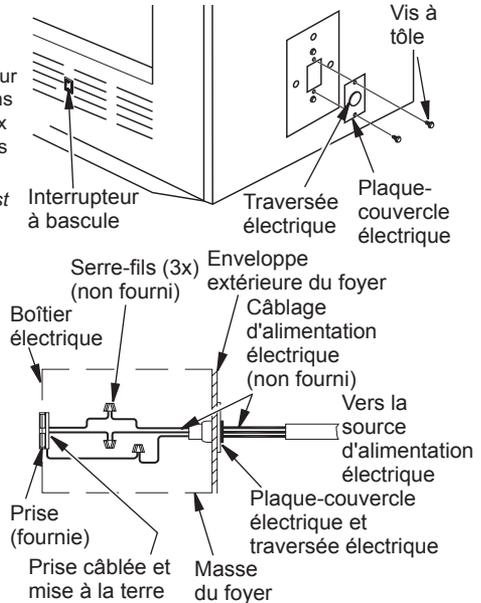

Figure 6 - Traversée électrique d'interrupteur de ventilateur
Un prêt-à-monter de ventilateur ou de souffleur pour ce foyer est offert en option (pour les modèles à circulation uniquement). L'utilisation de ventilateurs ou de souffleurs autres que ceux qui sont fabriqués par DESA Heating, LLC annulent la garantie. Le ventilateur fonctionne en appuyant sur un interrupteur à bascule (voir figure 6) situé dans le coin inférieur droit de la façade du foyer. Le souffleur fonctionne en tournant un bouton de réglage (pas illustré).
Les raccordements électriques du prêt-à-monter de ventilateur et de souffleur se font par la plaque-couvercle électrique située sur le côté du foyer comme illustré à la figure 6.
1. Enlevez la plaque-couvercle électrique et sa traversée du foyer en retirant les deux vis à tôle comme illustré à la figure 6.
3. Faites glisser les raccords électriques dans le boîtier électrique comme illustré à la figure 6, page 6.